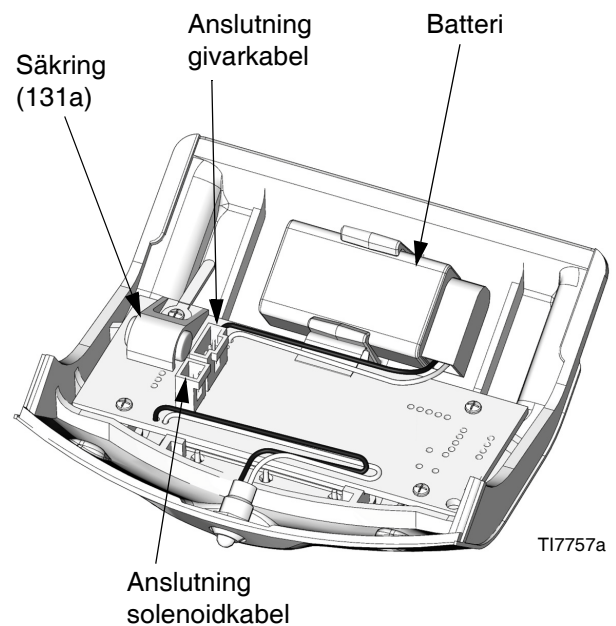

FIG. 5. Batteriets och säkringens placering
2. Koppla loss rusningsventilen och givarkablaget från modulkortet. Se FIG. 5.
3. Ta ut DataTrak-modulen (131) till en brandsäker plats.